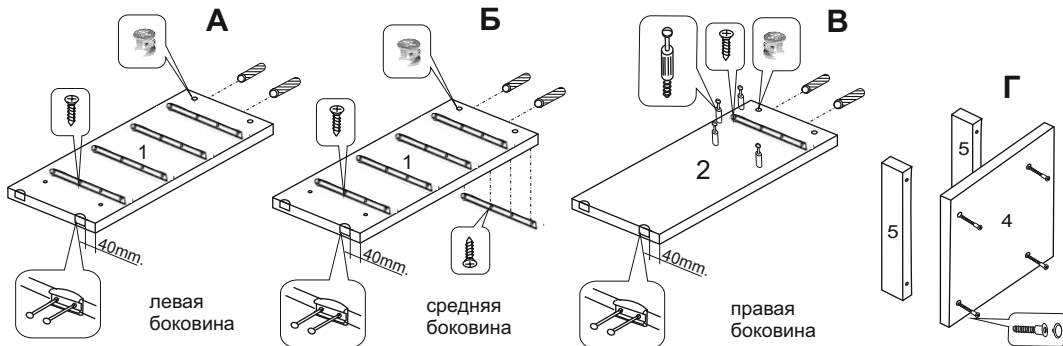

Рис.1 Подготовка к сборке стола
1. К нижним торцам боковин (дет. 1,2) прибейте подпятники (Ф-9) гвоздями (Ф-10). Установите шканты (Ф-8) в торцевые отверстия, а в отверстия диаметром 15 мм вставьте эксцентрики (Ф-2) (рис. 1 А,Б,В).
2. В отверстия диаметром 5 мм на средней и правой боковых вверните винты эксцентриков (Ф-1) (рис. 1 В).
3. Установите направляющие 450 мм (Ф-13) на левую и среднюю боковины (дет. 1) в надсверленные отверстия саморезами 3,5x15 (Ф-11) (рис. 1 А,Б) (см. раздел **Установка направляющих**).
4. Аналогичным образом установите направляющие 400 мм (Ф-14) на обратную сторону средней боковины (дет. 1) и на правую боковину (дет. 2) в надсверленные отверстия саморезами 3,5x15 (Ф-11) (рис. 1 Б,В) (см. раздел **Установка направляющих**).
5. Закрепите цоколя (дет.5) к дну тумбы (дет.4) с помощью конфирматов (Ф-7) (рис. 1Г).